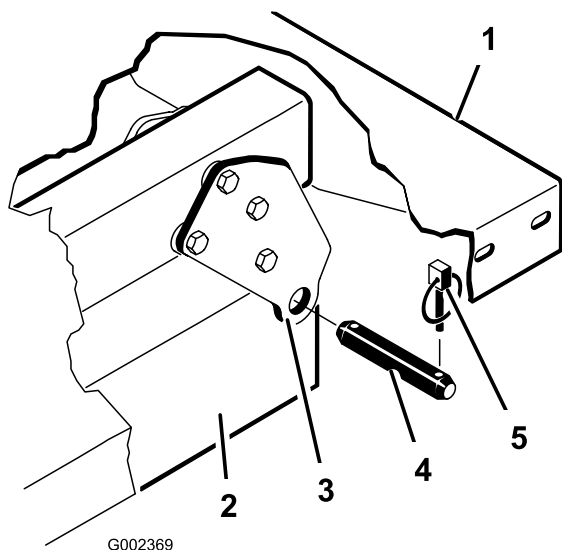

Figura 12
Nota: Verifique se as placas de articulação posteriores estão presas ao canal/estrutura do engate de forma a que os ângulos das extremidades inferiores fiquem alinhados com a parte traseira (Figura 12).
2. Coloque a plataforma com cuidado no chassis, alinhando os orifícios posteriores da placa de articulação da plataforma com os orifícios do chassis traseiro e coloque (2) passadores de forquilha e pinos de sujeição (Figura 12).
3. Depois de baixar a plataforma, fixe as extremidades da haste do cilindro às respectivas ranhuras nas chapas de montagem da plataforma com um passador de forquilha e um pino de sujeição. Introduza o passador de forquilha na parte exterior da plataforma com o pino de sujeição virado para fora (Figura 12). As ranhuras posteriores são utilizadas na instalação da plataforma completa e as ranhuras frontais para a instalação da plataforma 2/3.